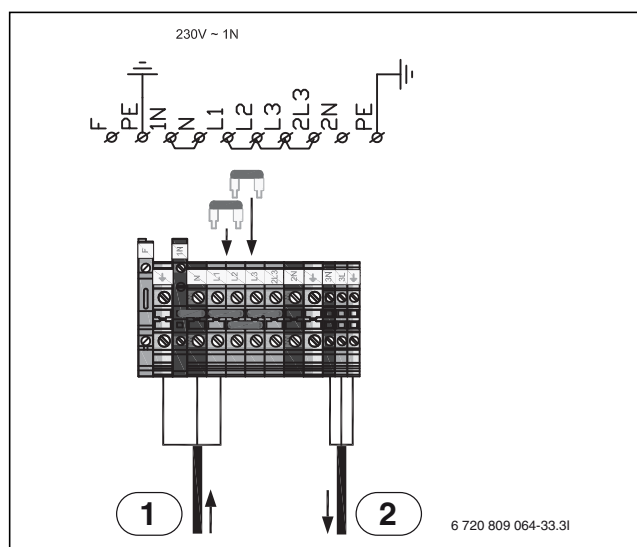

Fig. 41 Branchement électrique alternatif pour le chauffage d'appoint électrique intégré, ~ 1N
► Connecter les ponts entre L1-L2 et L2-L3 (voir fig. 41).